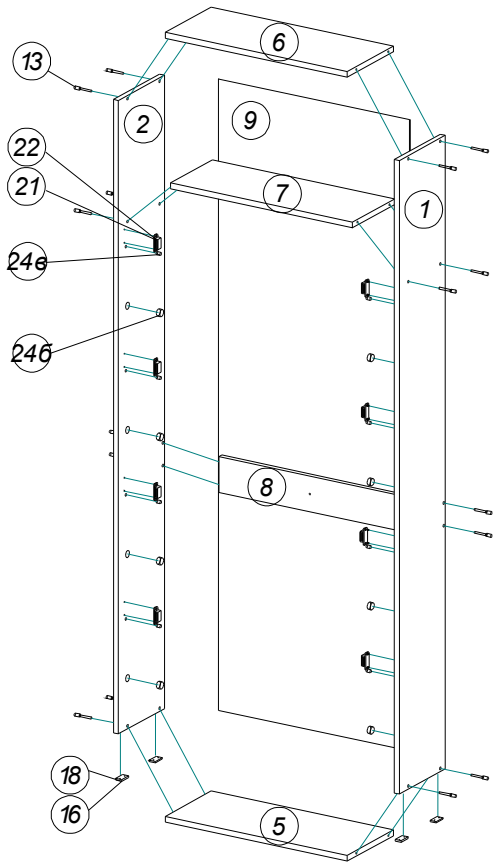
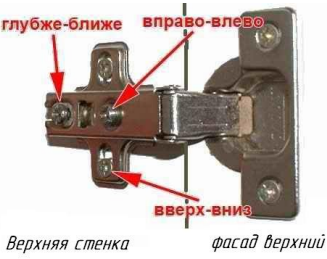

Рис.1 Сборка корпуса обувницы
Рис.3 Установка вкладной петли
1. Прикрепить гвоздями (16) подпятники (18) к боковинам (1,2) на расстоянии 20-30 мм от краев.
2. Собрать корпус обувницы в соответствии с рисунком 1. Установить магнитные защелки (22): прикрепить на боковины (1,2) магниты саморезами 3x20 (21) и к фасадам (3) ответные планки саморезами 3,5x12 (20) (рисунок 1 и 6). Установить втулки (24б) в соответствующие отверстия диаметром 20 мм на боковинах (1,2). Установить штифт-упор (24в) в отверстие диаметром 8 мм на боковинах (1,2).
3. Выверить прямоугольность корпуса обувницы (равные диагонали). Закрепить заднюю стенку (9) к корпусу обувницы согласно рисунку 2 гвоздями (16).
4. Установить в засверленные гнезда на внутренней поверхности фасада верхнего (4) петли (23) и ответную планку петли на верхнюю стенку обувницы (6) по разметке и закрепить их саморезами 4x16 (19). (Рисунок 3). Установить и отрегулировать фасад при помощи регулировочных винтов. Установить газлифт (15) на стенку боковую левую (2) и фасад верхний (4), закрепить саморезами 4x16(19). Схема установки приведена на рисунке 4.